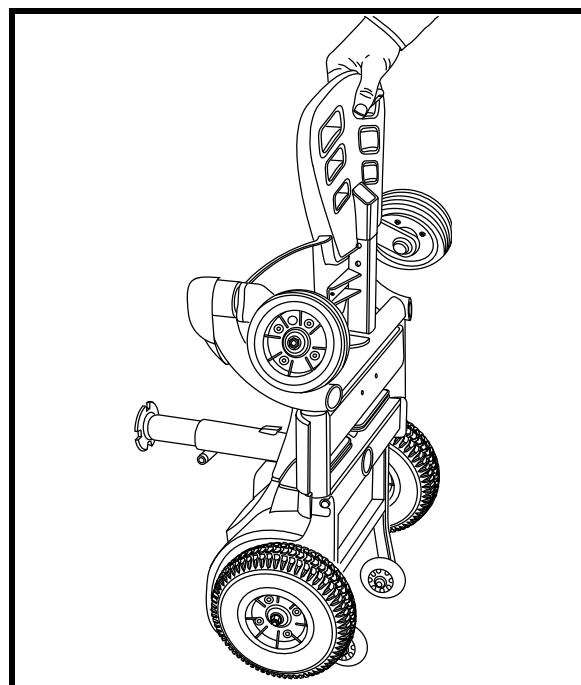

Figure 15. Soulevez la section avant
3. Attrapez le plateau du repose-pieds pour soulever la section avant à la verticale sur la section arrière. Voir la figure 15.